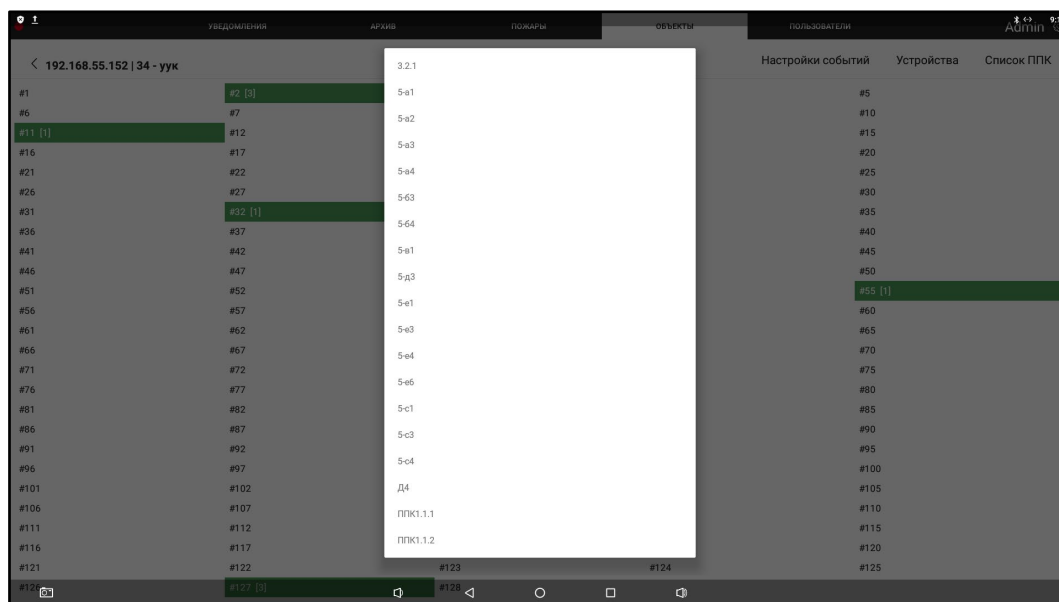

Рисунок 19 - Список ППК для загрузки имен событий
- **Скачать имена событий с ППК** - присваивает событиям имена, установленные на выбранном ППК. После выбора данного пункта откроется список установленных ППК на данном объекте (рисунок 19). Для запуска процесса чтения имен событий с выбранного ППК, необходимо нажать на имя нужного ППК, в открывшемся окне подтвердить процесс загрузки названия событий, выбрав **Да**.